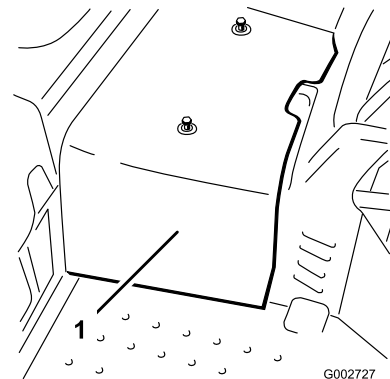

図 41
2. センター・シュラウドを機体に止め付けているネジ2本を外してシュラウドを機体から取り外す(図 41)。